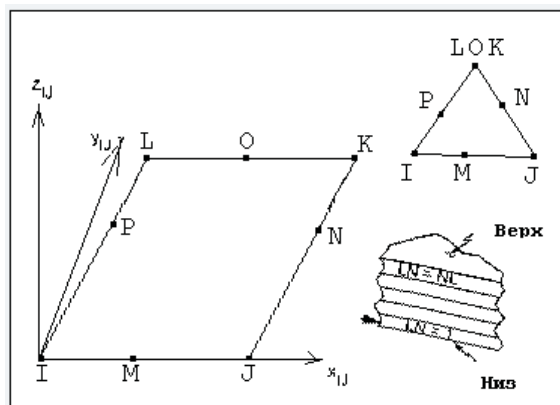

Рис. 4.12. Многослойный элемент и его связь с собственной системой координат.
Многослойные оболочки строятся на элементах типа **shell99** или **shell91**. Чтобы отделить один слой от другого, при определении констант, задаются номера ссылок, которые потом используются в команде **mat**. Определенному номеру сопоставляется соответствующий набор свойств материала. Номера слоев следуют по возрастанию в том порядке, в котором задаются константы и, соответствующие им, номера ссылок. Сам многослойный элемент, как показано на рис. 4.12, однозначно определяется заданием следующих величин:
Наряду с четырехугольным элементом в **Ansys** существует еще треугольный, который так же задается задается восемью узлами, три из которых совпадают. Узел выбирается в одной из вершин треугольника. Если это узел **O** (рис. 4.12), тогда элемент будет задаваться так:
**E, I, J, O, O, M, N, O, P,** то **Ansys** выдаст сообщение об ошибке. Если смотреть сверху на элемент, построенный на узлах против часовой стрелки, то слои будут нумероваться снизу вверх (рис. 4.12). Чтобы задать свойства изотропного материала по каждому элементу, необходимо учесть направления осей локальной системы координат, ориентированной в каждом элементе отдельно, причем ее центр должен находиться в узле, с которого мы начинаем задавать элемент (сравните задание невырожденного элемента на рис. 4.12).